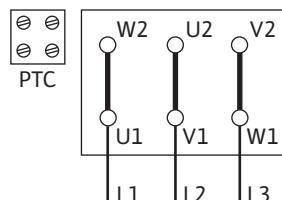
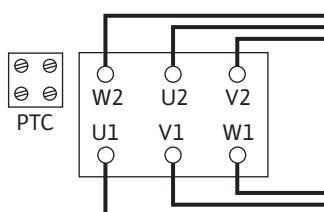

Fig. 10: Y-Δ pokretanje
Fig. 11: Δ-uključivanje
- Mrežni priključak ovisi o snazi motora P2, mrežnom naponu i vrsti uključenja. Potrebno uključenje spojnih mostova u priključnoj kutiji navedeno je u sljedećoj tablici te na Fig. 10 i Fig. 11.
Y-Δ pokretanje (standard)	Uklonite spojne mostove (Fig. 10).
Pokretanje putem blagog zaleta	Δ-uključenje (Fig. 11)